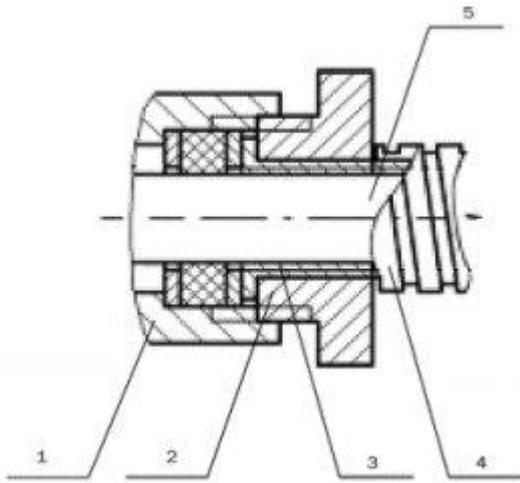

Рис.1
6. Закрепление металлического рукава рекомендуется производить в соответствии с Рис. 1.